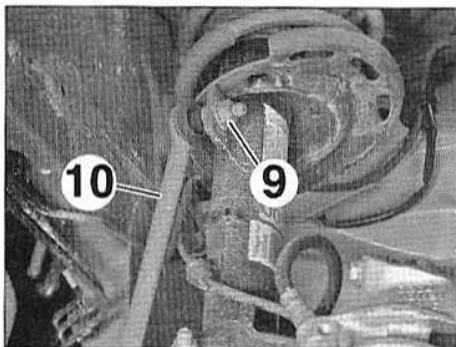

FIG.6
- Déposer l'écrou supérieur (9) de la biellette de liaison, en contre-serrant la rotule à l'aide d'une clé à empreinte Torx (Fig.6).
- Ecarter la biellette (10) de l'amortisseur.